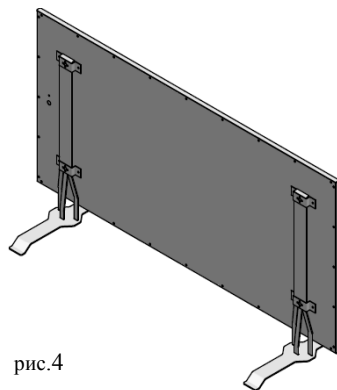

рис.4
- Отметьте места отверстий по таблице (рис. 4), просверлите отверстия, вставьте шпонки и ввинтите частично винт, оставьте наружу около 5мм.
### Монтаж – отдельная установка (рис. 4)